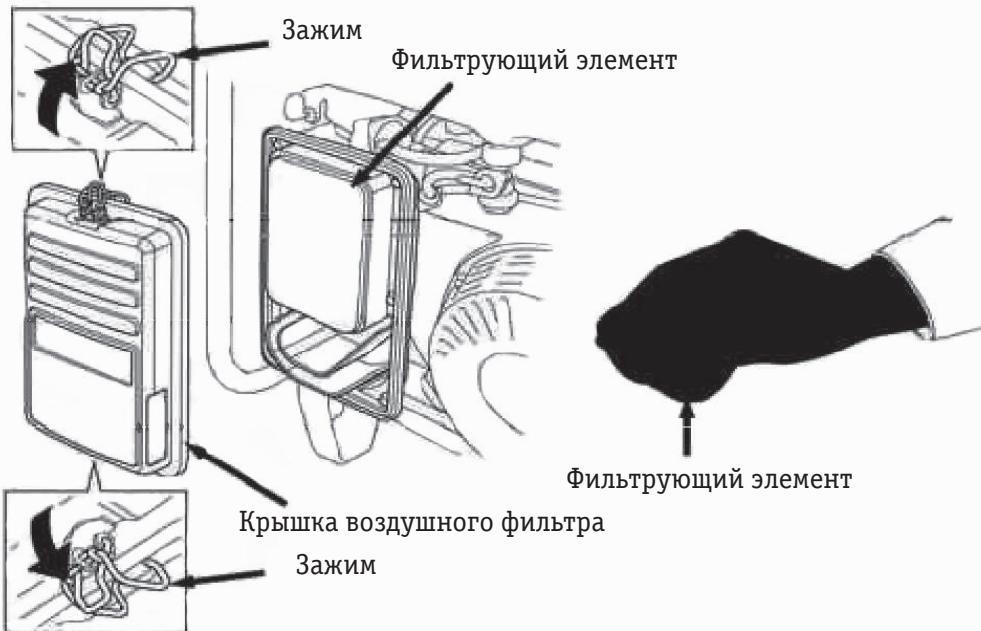

Рис. 4.2.
- Снимите крышку воздушного фильтра 2 (рис. 2.2.1), отсоединив зажимы крышки воздушного фильтра 2 (рис. 4.2).
- Вытяните на себя фильтрующий элемент воздушного фильтра 2 (рис. 4.2).